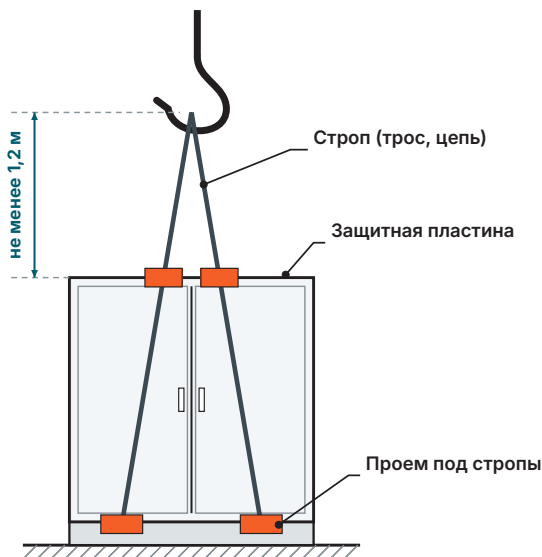

Рис. 15. Подъем ПЧ стропами или тросами
- **Подъем краном или талью.** Пропустите стропы через проемы в основании и поднимайте краном (рис. 15). Стропы должны быть достаточно длинными, чтобы крюк